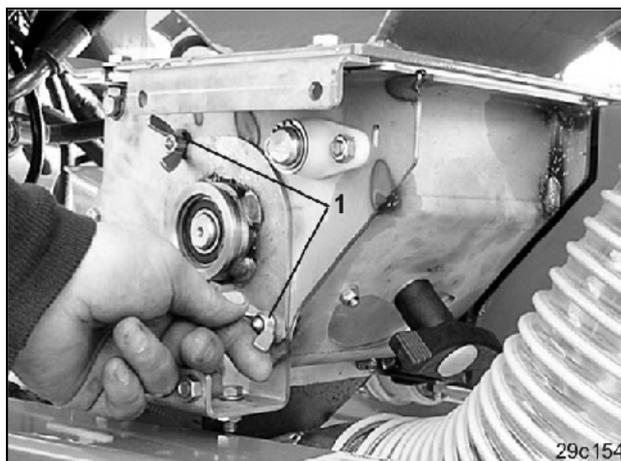

Fig. 73
- Desserrez deux écrous à ailettes (Fig. 73/1) ne les dévissez pas.